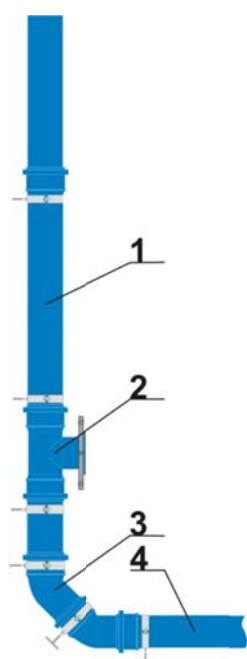
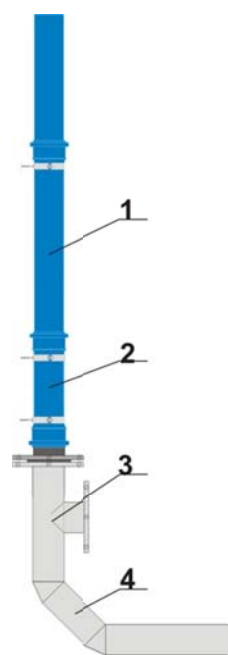

Рис. 3
Рис. 4
На рис. 3 показан пример установки ревизии и перехода водосточного стояка в горизонтальный отвод с использованием полимерных труб и фитингов. Составные части системы: 1 и 4 – трубы SINIKON Rain Flow 60 или SINIKON Rain Flow 100, 2 – тройник НПВХ раструбный с фланцем PN 10, 3 – отводы НПВХ 110x45° PN 10.
На рис. 4 показан пример установки ревизии и перехода водосточного стояка из полимерных труб D110 в горизонтальный отвод из стальных труб D108. Составные части системы: 1 – трубы SINIKON Rain Flow 60 или SINIKON Rain Flow 100, 2 – переход с ПП на сталь с фланцем PN 10, 3 – стальной фланцевый тройник, 4 – труба стальная 108x4.
- б) С обрезанного края трубы следует снять фаску под углом 15° , применяя специальный инструмент для снятия фаски (рис. 3), либо бархатный напильник (рис. 4). Поверхность фаски должна быть гладкой во избежание повреждения кольцевого уплотнения при монтаже;